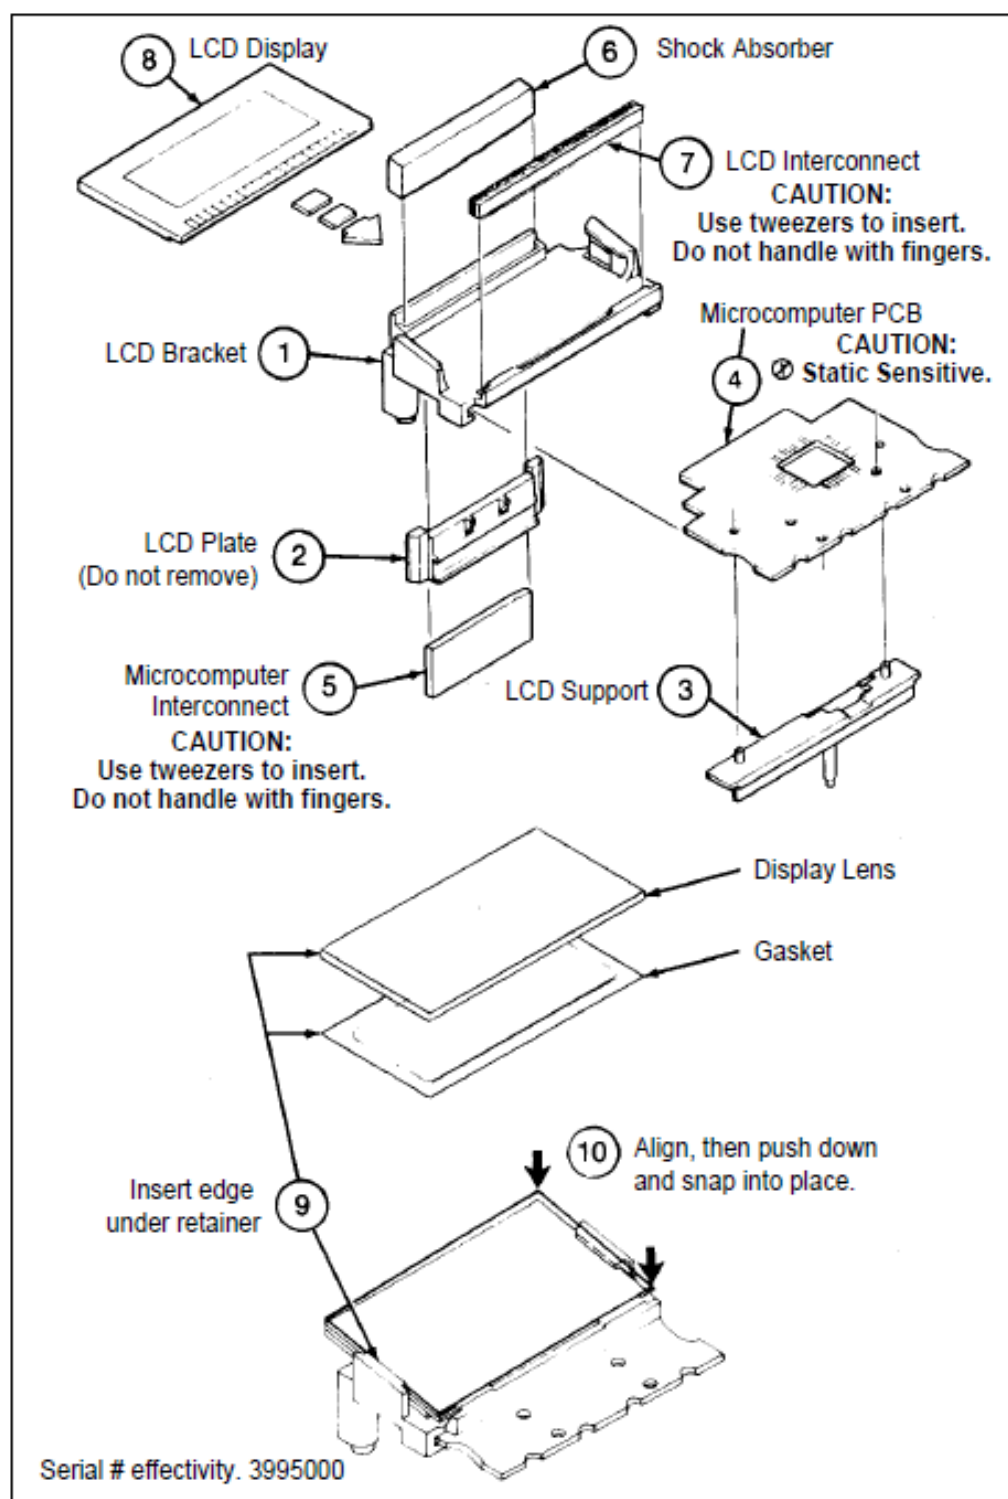

Figure 5-2. Assembling/Disassembling the Microcomputer PCB and LCD
本程序适用于序列号 3995000 和更高。用于拆卸或组装液晶显示器和微机 PCB 的过程并不难, 但步骤必须遵循的顺序。在尝试的过程中, 检查组件在图 5-2 和熟悉以下处理措施:
- 微型计算机, U5 (图 5-2 中的第 4 项), 是一个静态敏感的 CMOS 器件。按照标准程序来处理静电敏感器件。
1，对准液晶显示器（8 项），如图 5-2 所示，并将其滑入到位。在液晶显示屏的底部边缘应压缩液晶互连（7 项）和两个塑料缺口在 LCD 支架（第 1 项）下滑动。
2，参见图 5-2，并按照步骤 9 和 10 完成组装。
2，参见图 5-2。第 7 项开始，删除项目 7 到 3（附项目 1 项休假 2）。请务必遵守操作注意事项和项目 7，5，4。
组装微电脑液晶显示，请参见图 5-2。第 3 项开始，组装项目 3 到 7（数字升序）。请务必遵守操作注意事项为项目 4, 5 和 7。